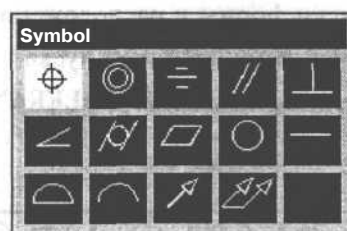

Рис. 11.18. Диалоговое окно символов геометрического допуска
2. Щелкните мышью на первой ячейке с именем **Sym** (Символ). Появится диалоговое окно **Symbol** (Символ) (рис. 11.18).